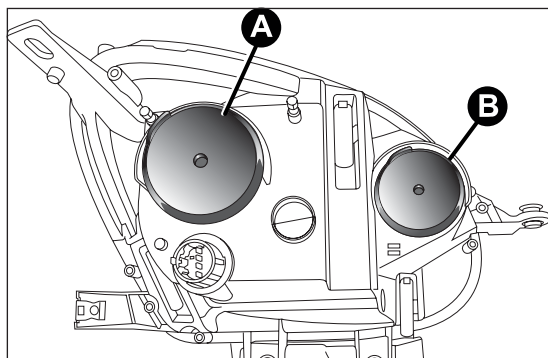

fig. 122
Contienen las lámparas de las luces de cruce, de carretera y de los intermitentes. La ubicación de las lámparas es la siguiente fig. 122:
- ☐ quitar la tapa A fig. 122;
- ☐ por último, volver a montar la tapa A fig. 122.
- ☐ quitar la tapa B fig. 122;